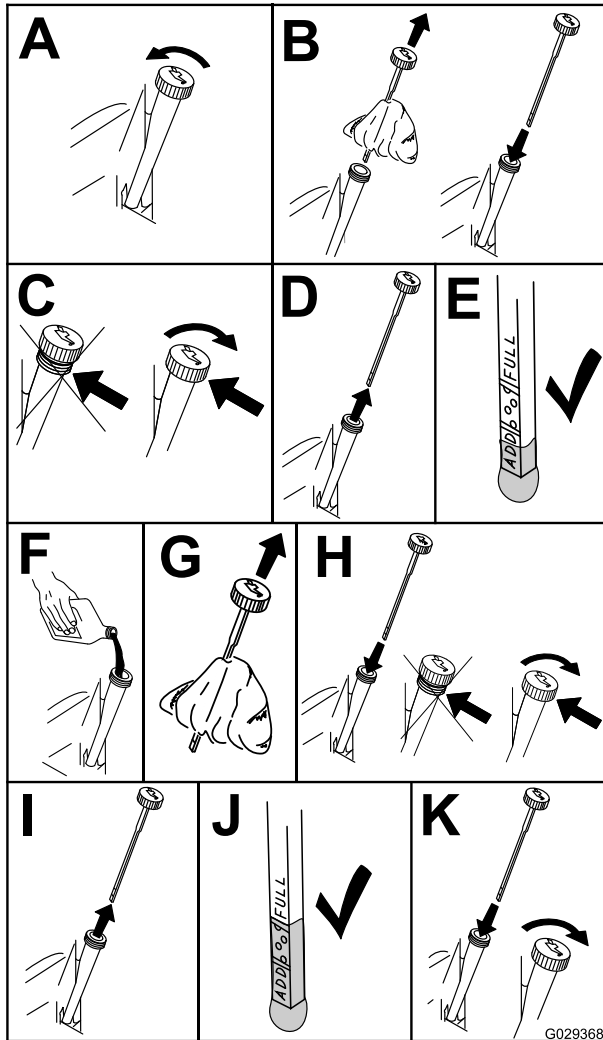

Figure 36
3. Pour éviter de faire tomber de l'herbe, de la poussière, etc. dans le moteur, nettoyez la surface autour du bouchon de remplissage et de la jauge de niveau avant de l'enlever (Figure 36).